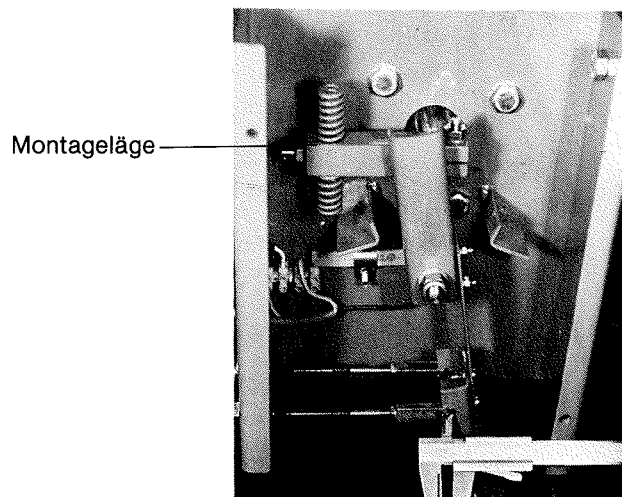

Fig. 62
**Justering av böjlig kabel för styrventilerna** se fig. 62 och 63.
3. Ställ svängarmen i montageläge enl. fig. 62. Drag ut wiren så att spjället går till körspårläge. Justera in gaffeln till inställningsmåttet 7 mm enl. fig. 62. Anslut gaffeln. Båda kablarna justeras lika.